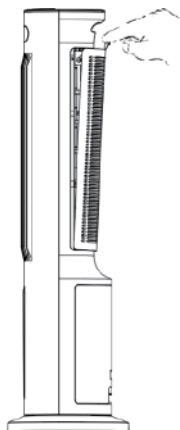

Fig.2
2. Como se indica en la Fig.2, tire del asa del depósito de agua hacia arriba y extráigalo; puede sacar 3/4 de la posición para añadir el agua directamente. Cuando añada el agua, tenga cuidado de que la cantidad añadida no supere la línea "Máx.". Si es necesario, puede sacar la bomba y el depósito de agua para llenarlo, y luego vuelva a instalarlos. El nivel de agua debe estar por debajo de la línea "Máx." y por encima de la línea "Mín." al añadirla. Puede bajar la temperatura del agua añadiendo hielo (o cubitos de hielo) en el depósito de agua, esto hará que el aire salga más fresco. Precaución: El nivel de agua también debe quedar por debajo de la línea "Máx." después de añadir el hielo (o los cubitos de hielo).